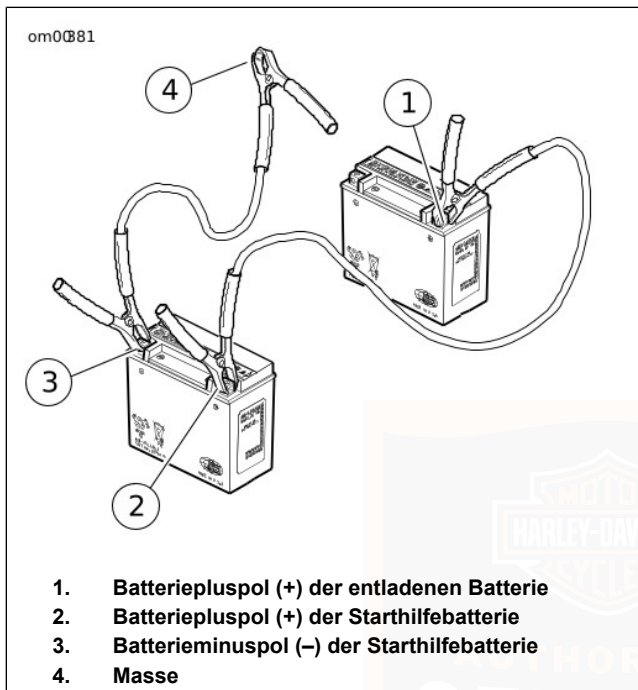

Abbildung 76. Überbrückungskabelanschlüsse
1. Siehe Abbildung 76. Ein Ende des Überbrückungskabels am Batteriepluspol (+) (1) der ENTLADENEN Batterie anschließen.
2. Das andere Ende des gleichen Kabels an den Batteriepluspol (+) (2) der STARTHILFEBATTERIE anschließen.